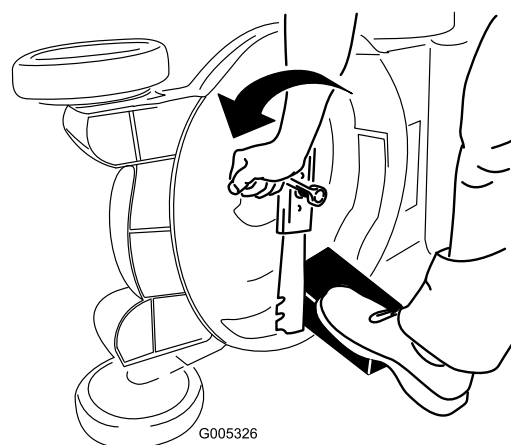

Рисунок 46
3. Используйте деревянную подкладку для неподвижного удерживания ножа (Рисунок 46).
4. Снимите нож, сохранив все крепежные детали (Рисунок 46).